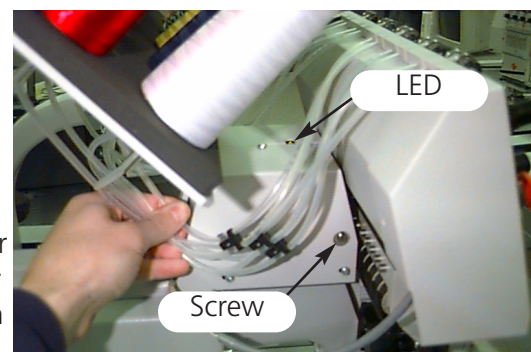

Abbildung 6-1
1. Sehen Sie nach, wo sich die Stellschraube der Farbwechselnocke befindet (es ist eine Senkkopfschraube). An der EMT 10T F1 ist sie auf der linken Seite des Kopfes (wenn Sie vor der Maschine stehen) hinter dem Nadelgehäuse. An der EMT 10/4 und 10/4T ist auf der rechten Seite des Kopfes #1 (Sie befinden sich vor der Maschine) hinter dem Nadelgehäuse. Abb. 6-1 zeigt die Stellen an der EMT 10T F1. Die LED und die Schraube befinden sich an der EMT 10/4 oder 10/4T an den gleichen Stellen hinter Kopf #1.